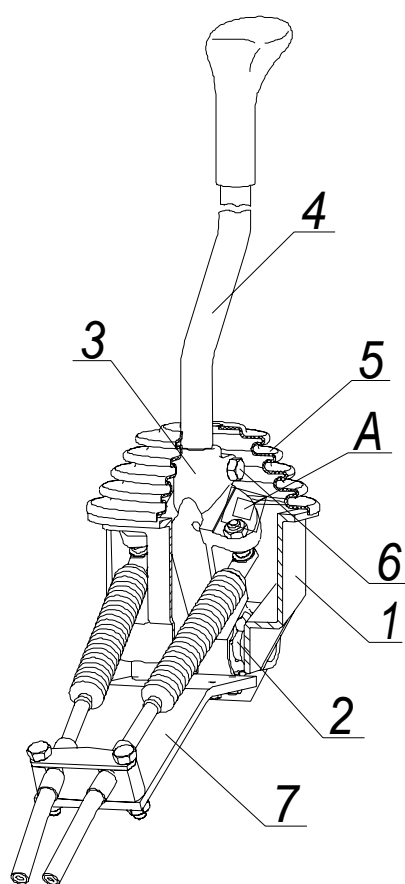
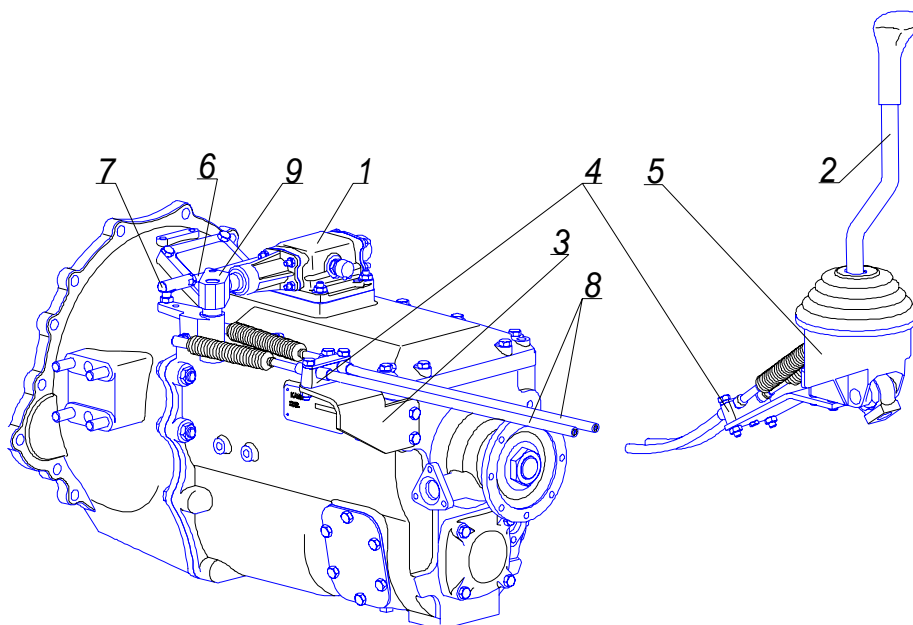
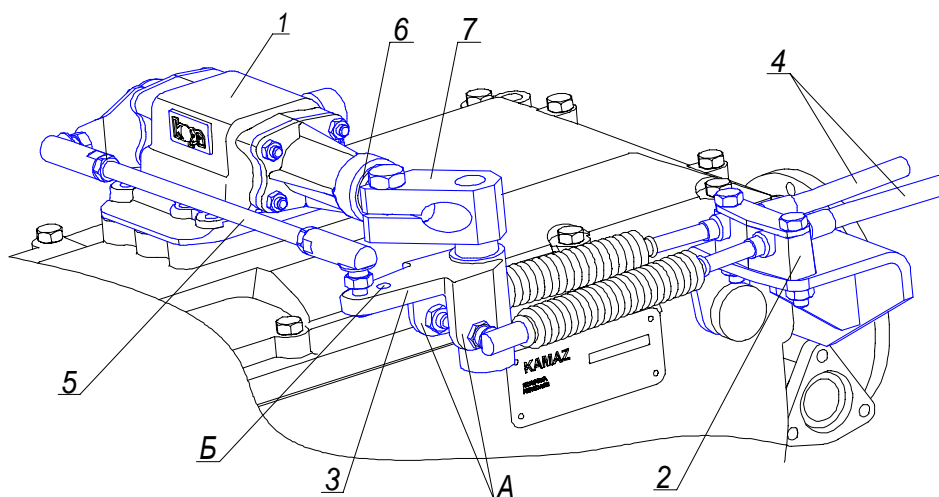
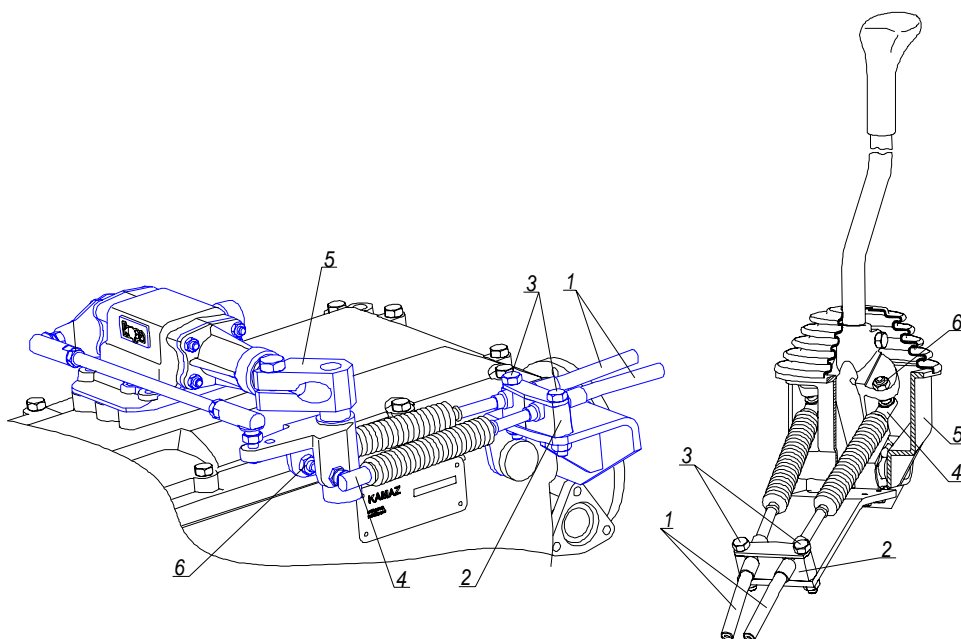

Рис.2 Опора рычага переключения передач (мастер-опора).
Рис. 6. Привод механизма переключения передач КПП КамАЗ-141 (142).
Рис. 7 Исполнительный механизм привода управления КПП КамАЗ-141 (142).
Рис. 8. Монтаж тросов
1.2. Опора рычага переключения передач (мастер-опора) (рис. 2) со смонтированным на нем рычагом переключения передач преобразует движения этого рычага в перемещения тросов дистанционного привода.
2.1. Привод механизма переключения передач КПП КамАЗ-141 (142) (рис.6) работает следующим образом: - когда водитель перемещает рукоятку рычага переключения передач 4 (рис. 2) в сторону, кулиса мастер-опоры 6 (рис. 2) поворачивается в горизонтальной плоскости. При этом один из приливов «А» (рис. 2), к которому присоединен трос, движется вперед, а другой - назад, т. е. тросы перемещаются в противоположных направлениях. Действуя в противоположные стороны на проушины «А» (рис. 7) корпуса транслятора 3, тросы 4 создают момент в горизонтальной плоскости, который благодаря реактивной тяге 5 преобразуется в усилие вдоль оси вала 6. Этим усилием вал, через шлицевой корпус 7 транслятора, перемещается в ту или другую сторону и, закрепленным на нем рычагом, входит в паз головки одного из штоков механизма переключения передач.
Дальнейшим движением водитель перемещает ручку рычага переключения передач 4 (рис. 2) вперед или назад. При этом кулиса 3 (рис. 2) мастер-опоры поворачивается в вертикальной плоскости, оба троса перемещаются в одном направлении, действуют на проушины «А» (рис. 7) транслятора в одну сторону и тем самым создают момент относительно оси вала 6. Вал поворачивается и через шток механизма переключения передач и закрепленную на нем вилку передвигает каретку синхронизатора, включая соответствующую передачу.
ВНИМАНИЕ: Демонтаж концов тросов от механизма управления (мастер - опоры) или транслятора (рис. 8) выполняется следующим образом:
3.4 Во избежание выхода из строя крестовины мастер-опоры (рис. 2, рис. 8) необходимо следить за целостностью уплотнений подшипников крестовины.